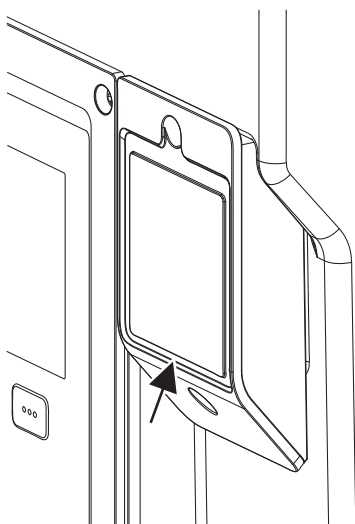

Fig. 32: A Wilo-Smart Connect BT modul burkolata
1. Lazítsa meg a Wilo-Smart Connect modulborítás (Fig. 32) csavarját, és nyissa ki a burkolatot.
A kialakítás miatt a Wilo-Smart Connect BT modul csak egy helyzetben dugható be. A modul további rögzítésére nem kerül sor. Az elektronikamodul felső részén található Wilo-Smart Connect modulburkolat (Fig. 32) rögzíti a modult az interfészben.